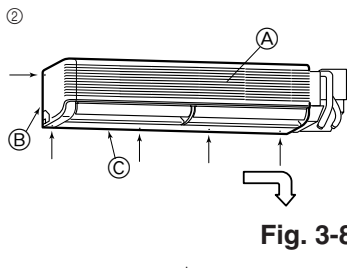

Fig. 3-8
- ② Entfernen Sie die fünf, in der grafischen Darstellung mit Pfeilen, gekennzeichneten Schrauben. (Fig. 3-8)
- ③ Nehmen Sie die linke Seitenplatte und dann die rechte Seitenplatte ab.